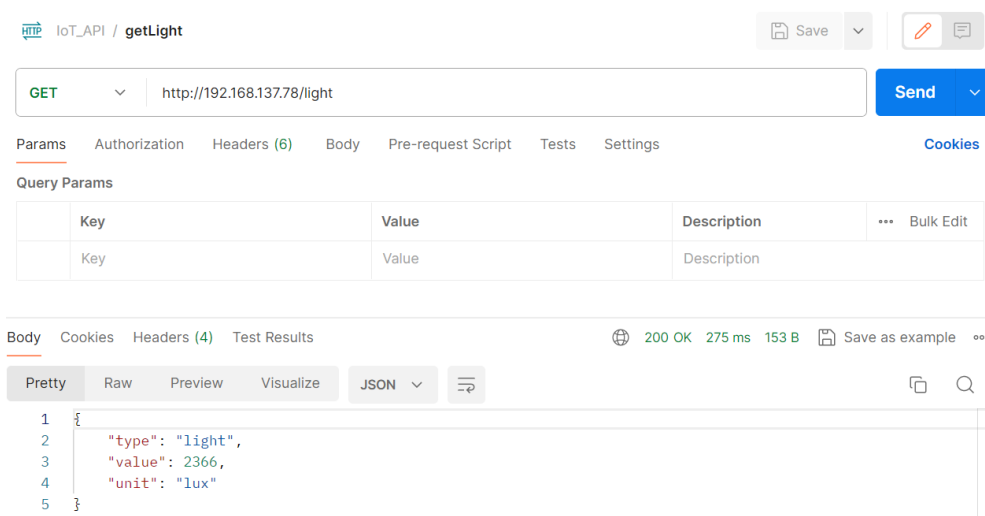

FIGURE 3.2 – Réponse de la requête `/sensors`
- `/sensors` (GET) : Renvoie une liste des capteurs connectés avec leurs informations respectives. La figure 3.2 nous montre le résultat de cette requête